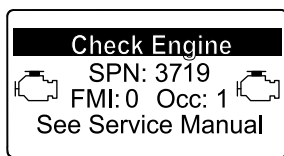

Figura 69
- Aviso do motor SPN 3719, FMI 0 (Figura 69)